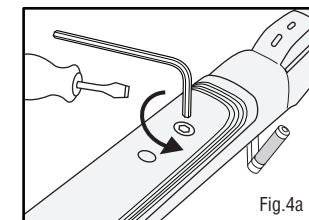

Fig.4a
2. Tenha certeza de que a carabina está descarregada, com a trava na posição "S" (Seguro) e mantenha o cano apontado em uma direção segura. Utilize um protetor ocular. (Fig.4a)